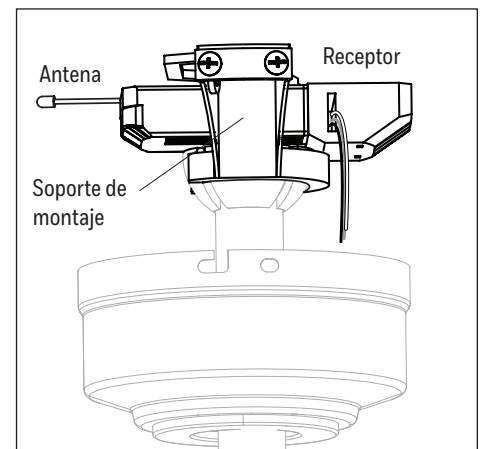

Figura 3.6
6. Inserte primero el receptor y la antena en el soporte de montaje con el lado plano orientado hacia el techo. Nota: el receptor descansará encima de la varilla (Figura 3.6).